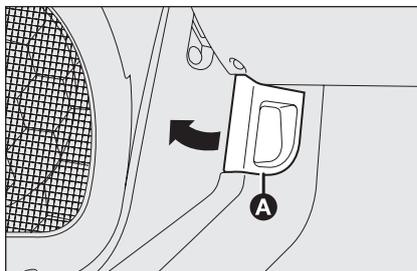

fig. 106
- tirer le levier **A-fig. 106** dans le sens indiqué par la flèche ;